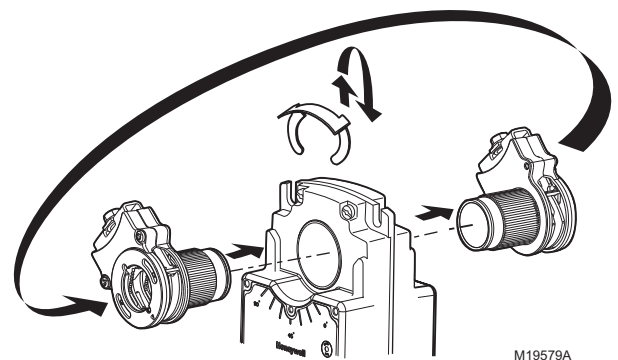

Fig. 31. Montage de l'accouplement de l'arbre sur le côté opposé de l'actionneur.
- (1) les actionneurs MS7505 remplacent le contacteur de sélection de signal; actionneurs MS7103 2-10 V CC seulement (inversion impossible) ou
- (2) Pour changer le sens du ressort de rappel : déposer, inverser et poser l'actionneur de nouveau sur le support.
- d. Déplacer l'accouplement de l'adaptateur du côté opposé à l'actionneur, comme illustré sur la Fig. 31
- (1) Retirer l'attache de fixation de l'accouplement de l'arbre et la mettre de côté pour une utilisation ultérieure.
- (2) Retirer l'accouplement de l'arbre d'un côté de l'actionneur.
- (3) Réinstaller l'accouplement de l'arbre sur le côté opposé de l'actionneur en l'alignant conformément à l'étiquetage de course.
- (4) Replacer l'attache de fixation sur l'accouplement de l'arbre en utilisant la rainure de l'accouplement.